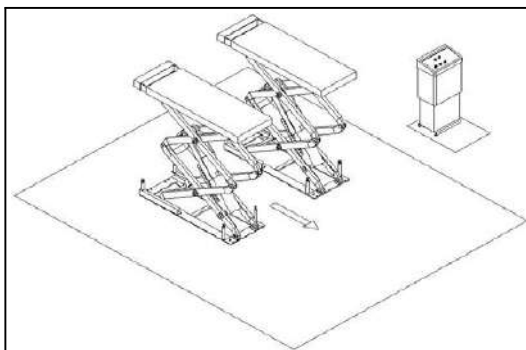

Рисунок 7
- не пересекать границы зоны безопасности во время подъема автомобиля (Рисунок 7).